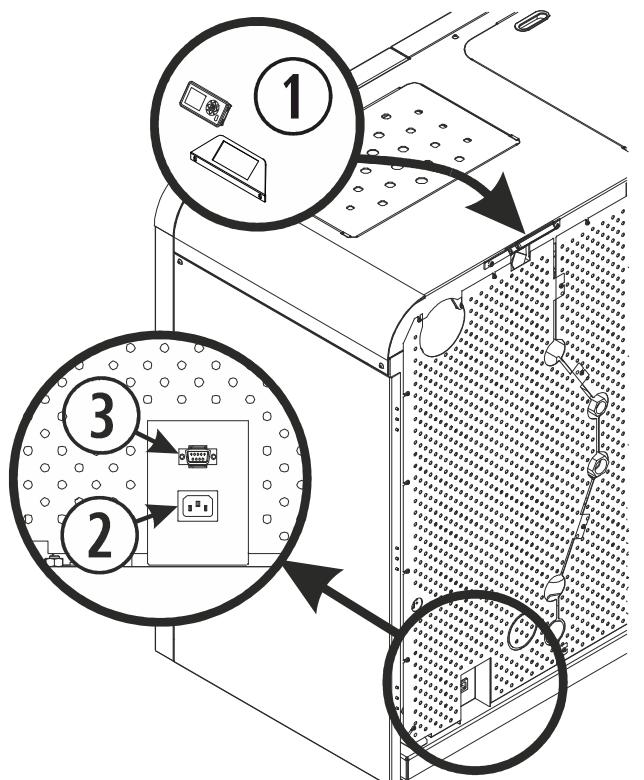

Figura 10
Devemos ajustar os parafusos que fixam o suporte à caldeira (1), como se indica na figura 10 (*Cantina Nova*), ligar o cabo de ligação do teclado, que está na parte traseira presa com uma fita adesiva e ligá-la ao teclado, só tem uma posição de ligação.